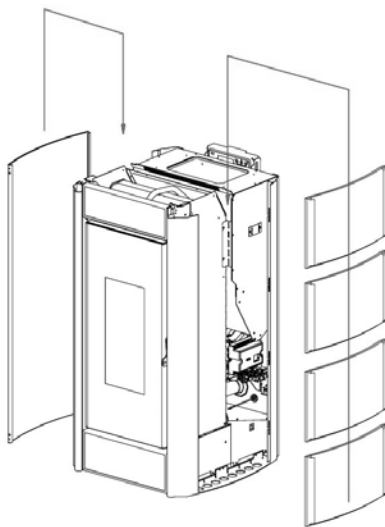

Fig. 36 - Inserire fianchi
- Inserire i fianchi sulle apposite guide facendoli scendere lentamente fino in fondo (vedi **Fig. 36**).